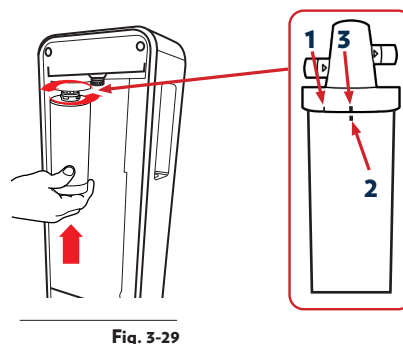

Fig. 3-29
37.4 – Prendere il filtro nuovo dopo averne rimosso la pellicola e il tappo protettivo, posizionarlo nella sede di aggancio allineando il marcatore **2** del filtro alla posizione di inserimento **1**, ruotare il filtro da sinistra verso destra fino a raggiungere il finecorsa **3**. Il marcatore sul filtro **2** dovrebbe ora essere in linea con il finecorsa **3** sulla testata del filtro, vedi Fig. 3-29.